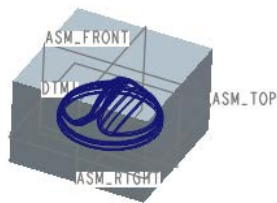

图 11.16 切出参考模型
Step3. 将模型调整到图 11.16 所示的视图方位。先将鼠标指针移至模型中的目标位置，即图 11.16 中的表面附近，右击，然后在系统弹出的快捷菜单中选择 **从列表中拾取** 命令。
Step4. 在系统弹出的对话框中选择 MICRO-OVEN_SWITCH.PRT 选项，此时图 11.16 中的参考模型会加亮。最后，在“从列表中拾取”对话框中单击 **确定 (O)** 按钮。